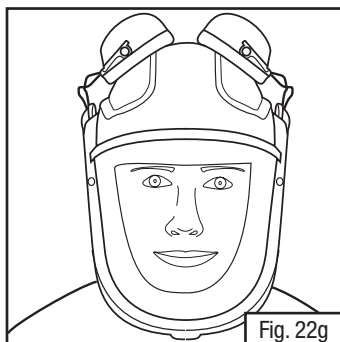

Fig. 22g
- **Parked:** Las copas pueden girarse para quitarlas del camino sobre la parte superior del casco (Fig. 22g) si la carcasa del casco está limpia y libre de contaminación. Tenga cuidado y asegúrese de que las almohadillas para las orejas se mantengan limpias.